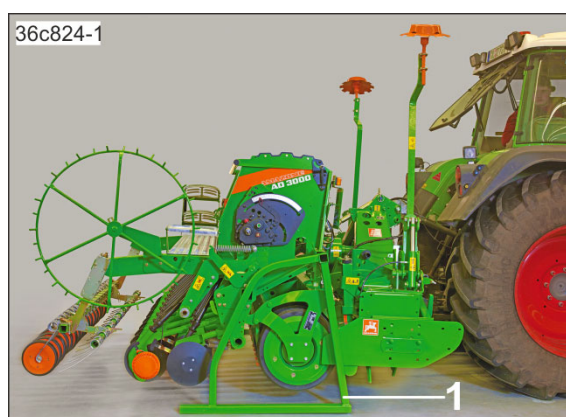

Рис. 119
9. Приподнимите комбинацию и вставьте опорные стойки (Рис. 119/1) в квадратные трубы насадной сеялки.